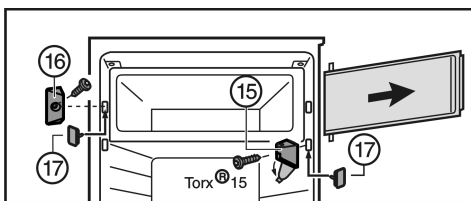

Fig. 7
- ▶ Откройте крышку на опорном кронштейне Fig. 7 (15).
- ▶ Открутите опорный кронштейн Fig. 7 (15) с дверцей камеры.
- ▶ Открутите запирающий элемент Fig. 7 (16).
- ▶ Закройте образовавшиеся отверстия прилегающими пробками Fig. 7 (17).